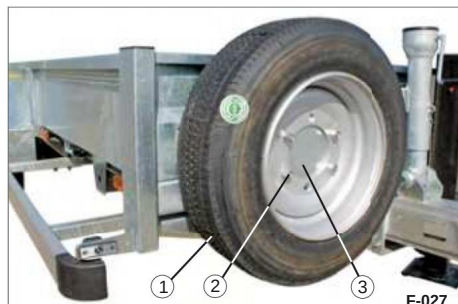

Bild 58 Reservhjul på frontpanelen
(Bild 58/2).
Manövrering med manöverdon, från fästet (bild 58/3).
• Placera reservhjulet (Bild 58/1) på
4 muttrar (Bild 58/2).